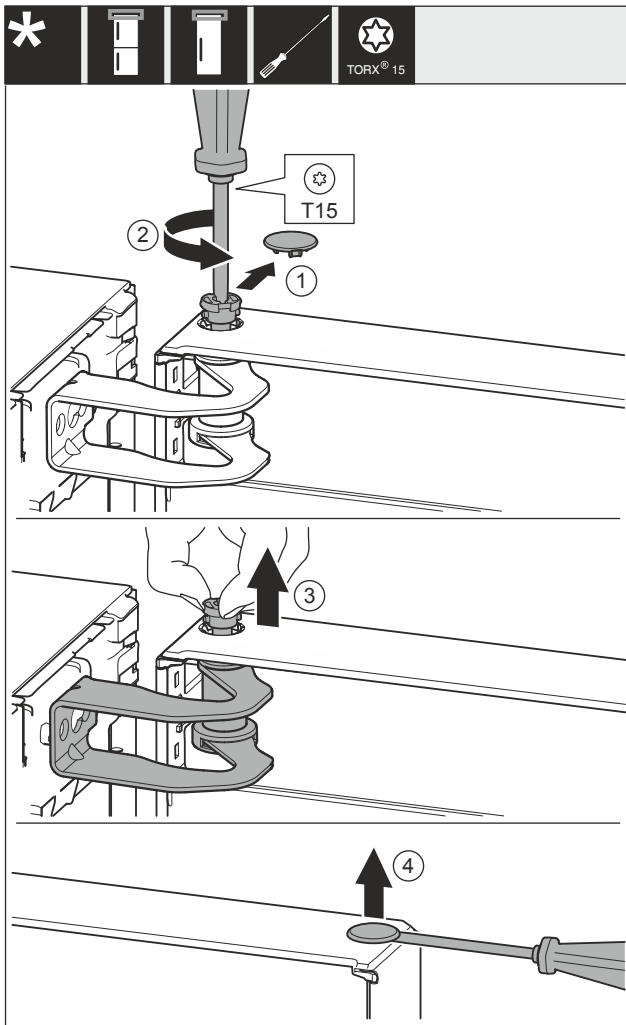

Fig. 15
- ▶ Abdeckung Fig. 15 (1) vorsichtig entfernen.
- ▶ Bolzen Fig. 15 (2) mit Schraubendreher ein Stück herausdrehen.
- ▶ Bolzen Fig. 15 (3) mit den Fingern herausziehen.
- ▶ Abdeckung Fig. 15 (4) vorsichtig mit einem Schraubendreher anheben und entfernen.